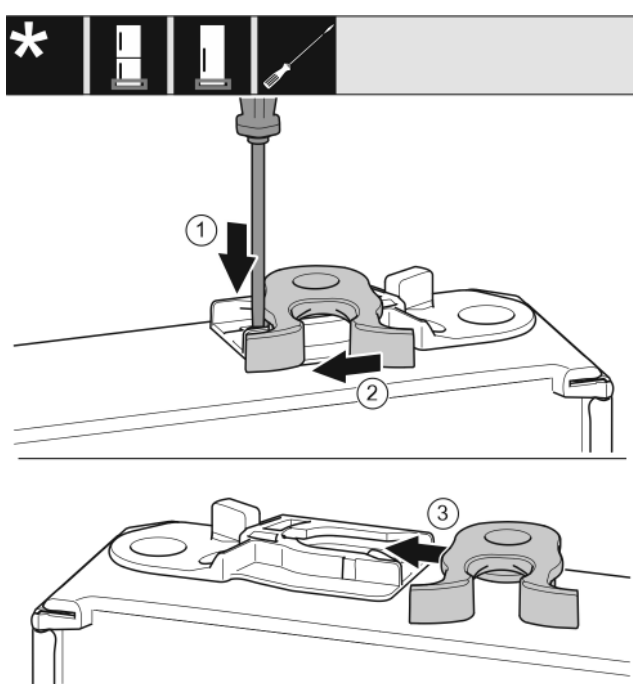

Fig. 17
- Нажмите шлицевой отверткой на накладку вниз. Fig. 17 (1)
- Выведите запорный крючок из направляющей. Fig. 17 (2)
- Вставьте запорный крючок в направляющую с другой стороны. Fig. 17 (3)